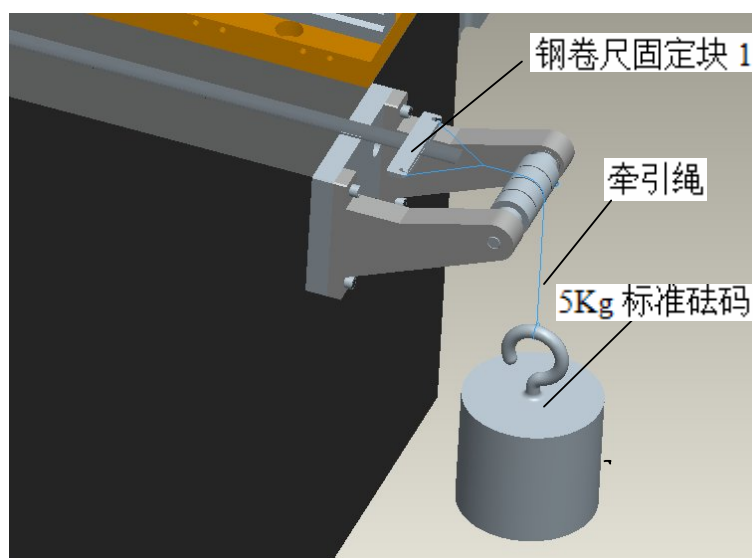

图 2-7 标准砝码
5、接着用牵引绳与钢卷尺固定块 1 尾部两孔相连，并将牵引绳另一端如图 2-7 所示与悬空的 5Kg 标准砝码相连。